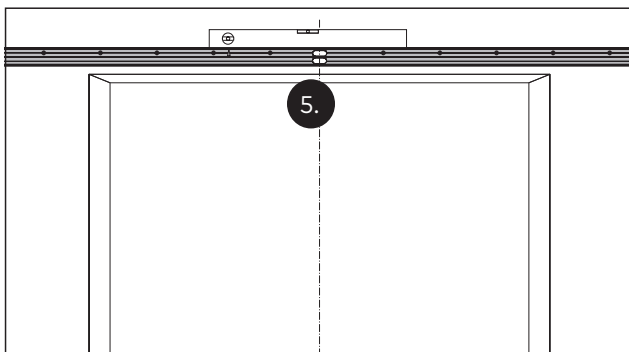

Abb. 10 Den Montagewinkel ausrichten
5. Den Montagewinkel waagrecht ausrichten (Abb. 10).